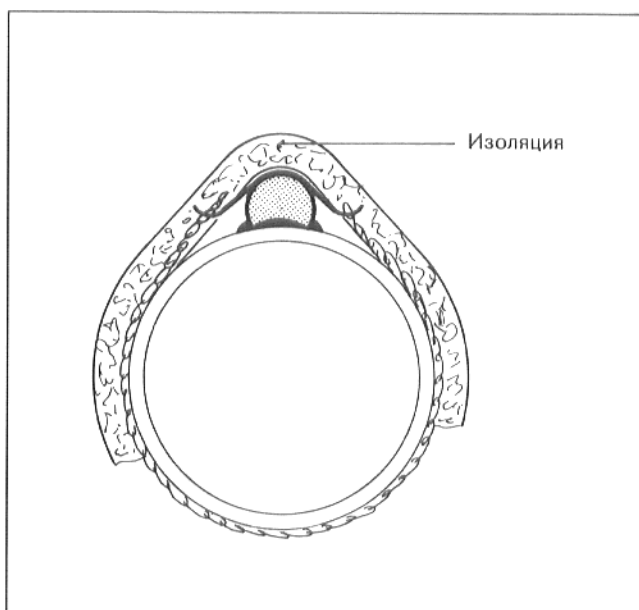

Рис. 3
5. Необходимо произвести изоляцию контактного температурного датчика изоляционным материалом, длиной, как минимум, 20 см, чтобы защитить его от охлаждения. (рис. 3).